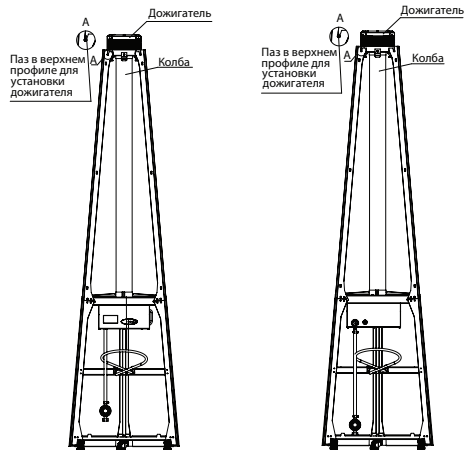

Рис.12 - Установка колбы и дожигателя
- Извлеките из коробки колбу и аккуратно сверху установите на профили дожигатель (рис.12), фиксируя колбу, затяните винты;